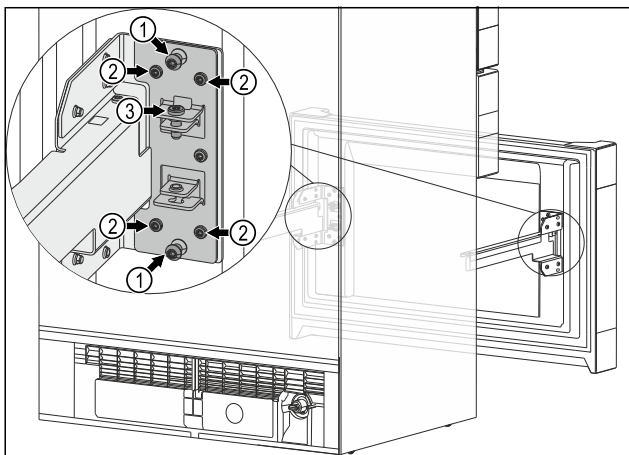

Fig. 14
- Wyjąć obydwie środkowe śruby Fig. 14 (1).
- Odkręcić wszystkie cztery śruby Fig. 14 (2).
- Pozycja krańcowa wózka wysuwanego jest osiągnięta: Dokręcić wszystkie cztery śruby Fig. 14 (2).
- Środkowe śruby Fig. 14 (1) nie są już potrzebne.